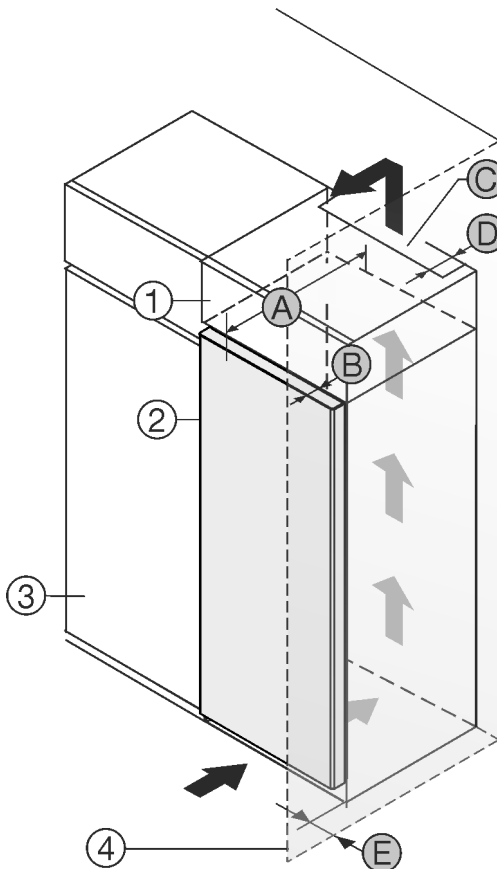

Fig. 1
- (1) Rátétszekrény *
- (2) Berendezés *
- (3) Konyhaszekrény *
- (4) Fal *
- (5) Készülék mélysége *
- (A) Ajtó mélysége *
- (B) Ajtó mélysége *
- (C) Szellőzés keresztmetszete *
- (D) Készülék hátsó oldalának távolsága *
- (E) Távolság a készülék oldalától *
A készülék közvetlenül a konyhaszekrény Fig. 1 (3) mellé állítható.*
A rátétszekrény hátoldalán egy megadott mélységű Fig. 1 (D) szellőzőaknákat kell kialakítani a rátétszekrény teljes szélességében.*
A mennyezet alatt be kell tartani a szellőző keresztmetszetet Fig. 1 (C).*
Ha a készüléket a zsanérjaival a fal Fig. 1 (4) mellé állítja fel, legalább 13 mm távolságot kell tartani a faltól.*
Ahhoz, hogy az ajtót teljesen ki tudja nyitni, a készüléknek a konyhaszekrény elülső oldalához képest legalább az ajtó mélységének Fig. 1 (B) megfelelően ki kell állnia. A konyhaszekrények Fig. 1 (3) mélységétől és a fali távtartók használatától függően a készülék nagyobb mértékben is túllóghat előre felé.*